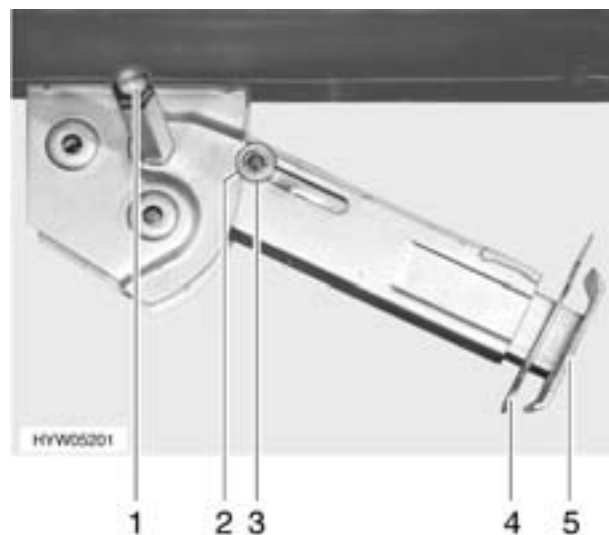

Bild 20 Hubstütze
- Am Sechskant (Bild 20,1) den Steckschlüssel aufstecken und drehen, bis die Hubstütze senkrecht nach unten steht.
- Splint (Bild 20,4) aus der Stützfußverlängerung (Bild 20,5) herausziehen.
- Am Sechskant (Bild 20,1) den Steckschlüssel aufstecken und drehen, bis die Hubstütze wieder vom Boden frei ist.
- Stützfußverlängerung (Bild 20,5) ganz einschieben und Splint (Bild 20,4) in vorgesehene Bohrung an der Stützfußverlängerung stecken.
- Mit Steckschlüssel am Sechskant (Bild 20,1) drehen, bis Hubstütze nach oben geschwenkt und die Führungsscheibe (Bild 20,3) vollständig in die Kerbe (Bild 20,2) eingefahren ist.
- ▷ Darauf achten, dass alle Hubstützen vollständig eingeklappt sind, dass alle Stützfußverlängerungen ganz eingeschoben und mit Splint (Bild 20,4) gesichert sind und dass bei allen Hubstützen die Führungsscheibe (Bild 20,3) in die Kerbe (Bild 20,2) eingefahren ist.